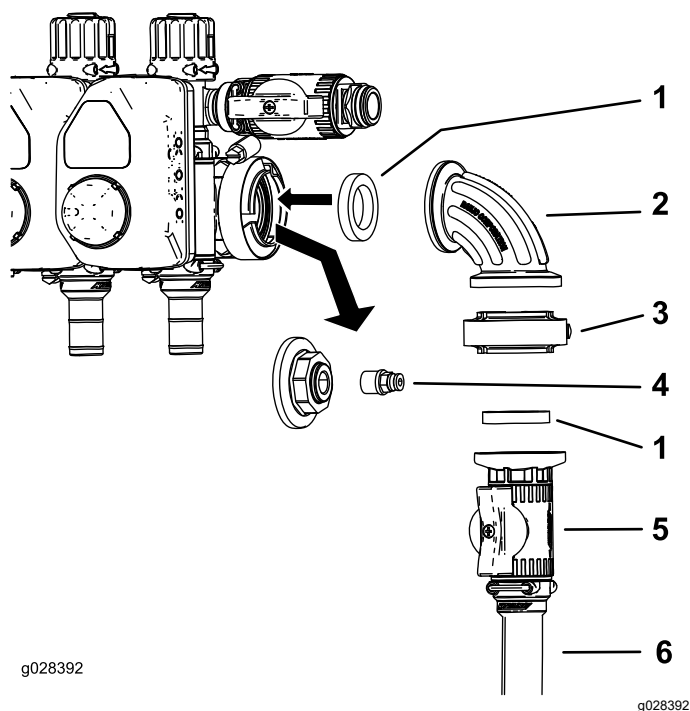
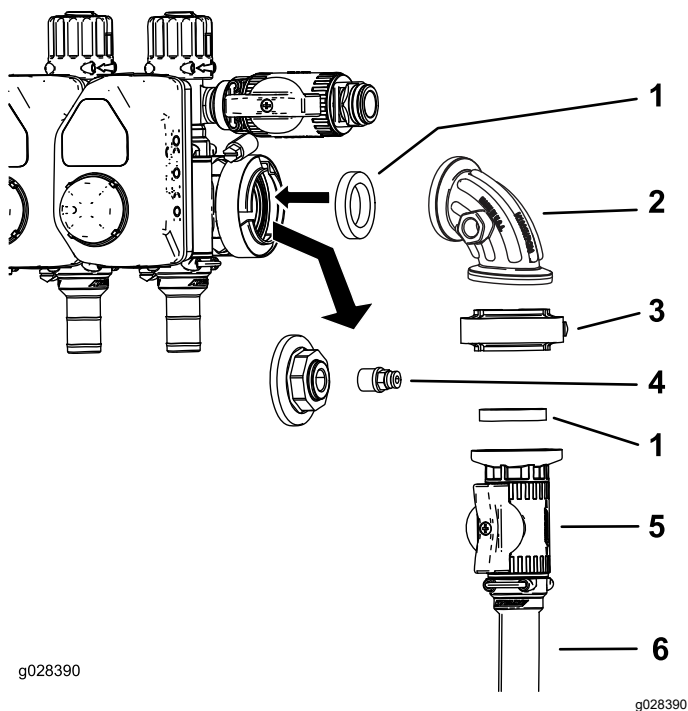

Figura 7
Figura 8
1. Retire la abrazadera para bridas que sujeta el conector de extremo y el racor al conector del manómetro (Figura 7 o Figura 8).
2. Retire el racor del conector de extremo (Figura 7 y Figura 8).
3. Instale el conjunto de la válvula de control según se muestra en Figura 7 o Figura 8.
4. Instale el racor en el orificio abierto del acoplamiento de 90 grados (Figura 7 o Figura 8).
Nota: En las Multi Pro 1750 y Multi Pro WM, el orificio en el lado del acoplamiento de 90 grados se encuentra en la parte delantera (no se muestra) del acoplamiento en Figura 7
5. Conecte la manguera de suministro del carrete de la manguera a la válvula de control con una abrazadera (Figura 7 o Figura 8).